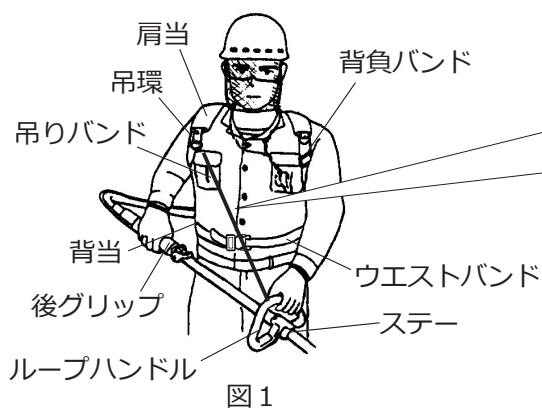

図1
- ① 背負バンド、ウエストバンドを図 1 のように装着してください。ウエストバンドは中央凹部を上下から押すと、ワンタッチで外れます。
- ② 背負バンド、ウエストバンドを、エンジン部を背負ったとき作業しやすいよう、A 部、B 部、C 部および D 部で調節してください。